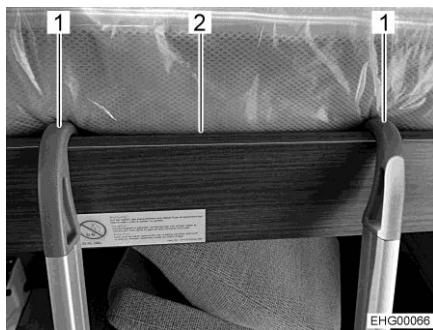

Fig. 94 Scaletta di accesso (letto basculante)
- Agganciare la scaletta di accesso al letto basculante con le due staffe (Fig. 94,1) infilate nel bordo del letto (Fig. 94,2). Durante l'aggancio prestare attenzione affinché le staffe vengano posizionate mediante i dispositivi di fissaggio interni. Questo serve a impedire che la scaletta di accesso scivoli di lato.
- Sganciare la scaletta di accesso (Fig. 94,1).